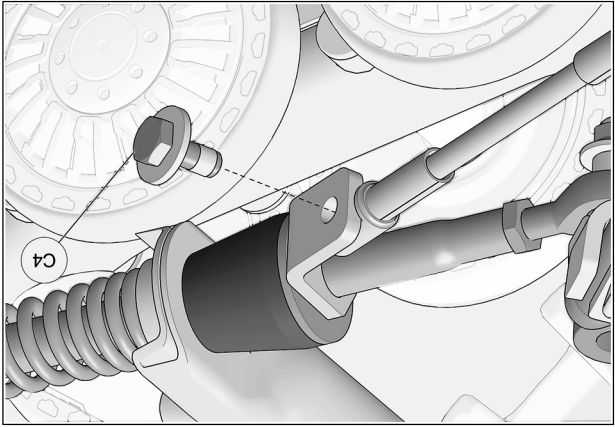

Fig. 26
18. Tourner légèrement le volant dans le sens contraire jusqu'à ce que le câble puisse être fixé à la plaque de support en utilisant le boulon (C4) fourni. Serrer à un couple de 35 N•m [24 lb•pi]. Voir la Fig. 26. Effectuer le même exercice du côté droit.